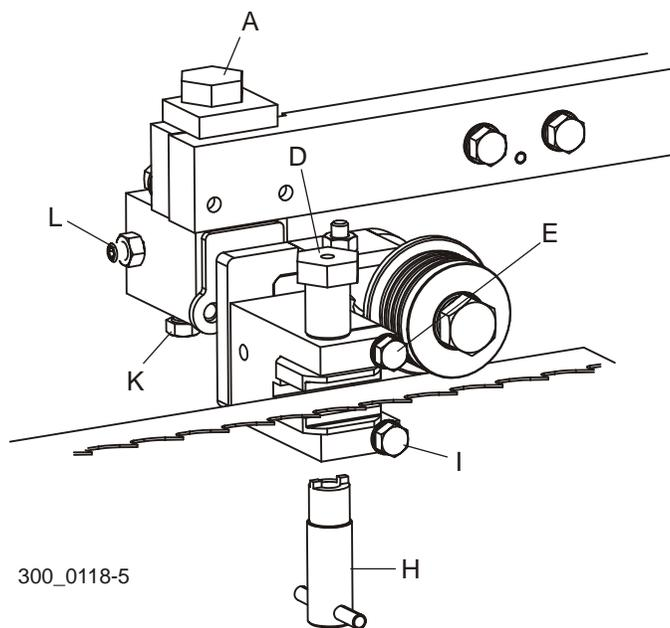

FIGURA 3-47
Vea la Figura 3-47. Guías estándar de rodillo/bloque: Afloje el perno de sujeción (E) y gire el perno de bloque de guía superior (D) en sentido contrario a las agujas del reloj para subir el bloque de guía superior alejándolo de la hoja de sierra. Gire el perno del conjunto de guíasierra (A) en el sentido de las agujas del reloj para mover el rodillo de guía hacia arriba alejándolo de la hoja de sierra. Afloje el perno de sujeción (I) y utilice la herramienta (H) para girar el tornillo de ajuste del bloque inferior en sentido contrario a las agujas del reloj para bajar el bloque alejándolo de la hoja de sierra. Afloje los tornillos (K) y (L) y mueva el conjunto de guía hacia atrás alejándolo de la hoja de sierra.